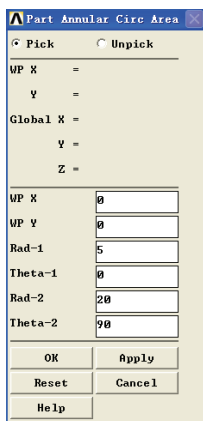

图 5-119 生成圆环面对话框
1) 选择 Main Menu | Preprocessor | Modeling | Create | Areas | Circle | Partial Annulus 命令, 出现 Part Annular Circ Area 对话框, 在 Rad-1 输入栏中输入 5, 在 Theta-1 输入栏中输入 0, 在 Rad-2 输入栏中输入 20, 在 Theta-2 输入栏中输入 90, 如图 5-119 所示, 单击 OK 按钮关闭该对话框。